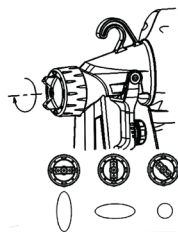

рис.2
2.3 Факел можно настроить с помощью регулятора расхода распыляемого материала (рис.2). Поворот винта по часовой стрелке уменьшает количество распыляемого материала, против часовой - увеличивает. Перед началом покраски установите регулятор примерно посередине, затем поворачивайте его в одну или в другую сторону для достижения желаемого результата.